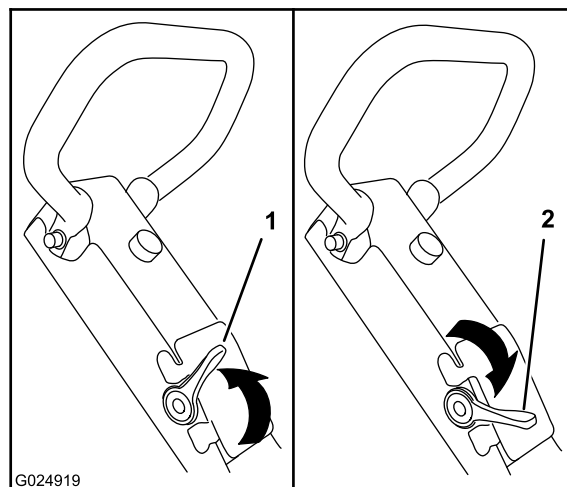

Figure 11
1. Placez la commande d'accélérateur en position bas régime (Figure 11).
6. Placez la commande d'accélérateur en position haut régime (Figure 11).
3. Placez la commande d'accélérateur en position haut régime (Figure 11).
1. Placez la commande d'accélérateur à la position bas régime (Figure 11).